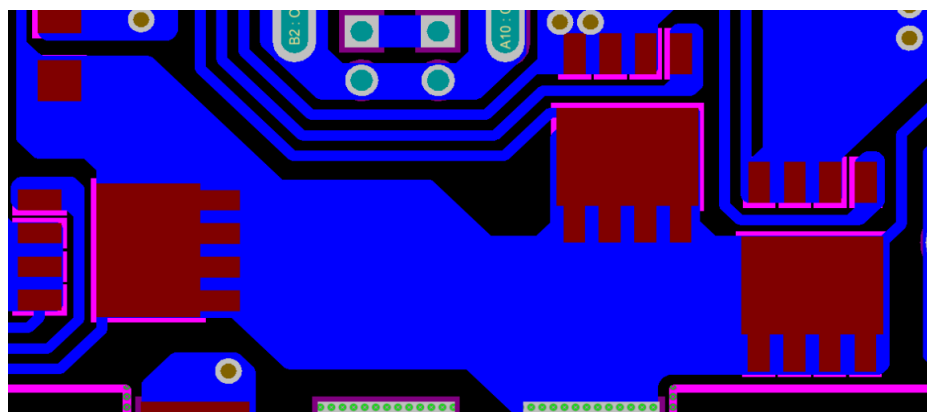

图4
- c、在 3 口方案上 (HY5324/HY5326), MOS 不要平行的摆放, 要如图 4 所示, Q2 要凸起。这样多口同时使用时也不会影响到其他口的小电流阈值。